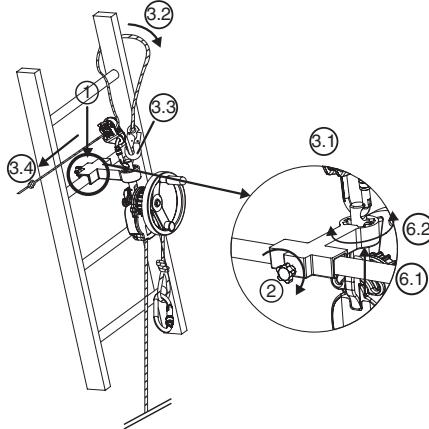

Fig. 7
### 6.3.3. Aparelho derope™ UP K (Fig. 7)
1. Instalar o pequeno suporte de apoio na barra da escada na posição necessária para efectuar a operação de salvamento, acima da pessoa a evacuar (Fig. 7, 1).
2. Apertar o eixo de bloqueio que se encontra na traseira do suporte de apoio com o botão de aperto (Fig. 7, 2).
- Fixar o mosquetão do dispositivo de ajuste LCM 05 no furo do cimo do eixo de amarração (Fig. 7, 3.1).
- Passar a linga de segurança em volta da barra da escada situada acima do suporte e contornando um dos montantes da escada (Fig. 7, 3.2).
- Ligar o mosquetão da linga de segurança no mosquetão do dispositivo de ajuste LCM 05 (Fig. 7, 3.3).
- Esticar a linga de segurança puxando pelo troço livre (Fig. 7, 3.4).
6. Orientar o aparelho derope™ conforme a necessidade, modificando a posição do eixo de amarração no dispositivo de indexação (Fig. 7, 6.1 – 6.2).